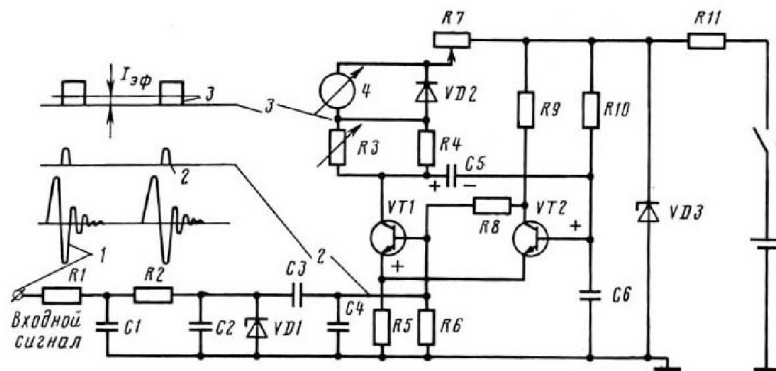

Рис. 5. Схема электронного тахометра
20. ТАХОМЕТР НА РИС. 5 РЕГИСТРИРУЕТ ИМПУЛЬСЫ
21. БЛОК ФОРМИРОВАНИЯ ЗАПУСКАЮЩИХ ИМПУЛЬСОВ (РИС. 5)
22. БЛОК ФОРМИРОВАНИЯ ИЗМЕРИТЕЛЬНЫХ ИМПУЛЬСОВ (РИС. 5)